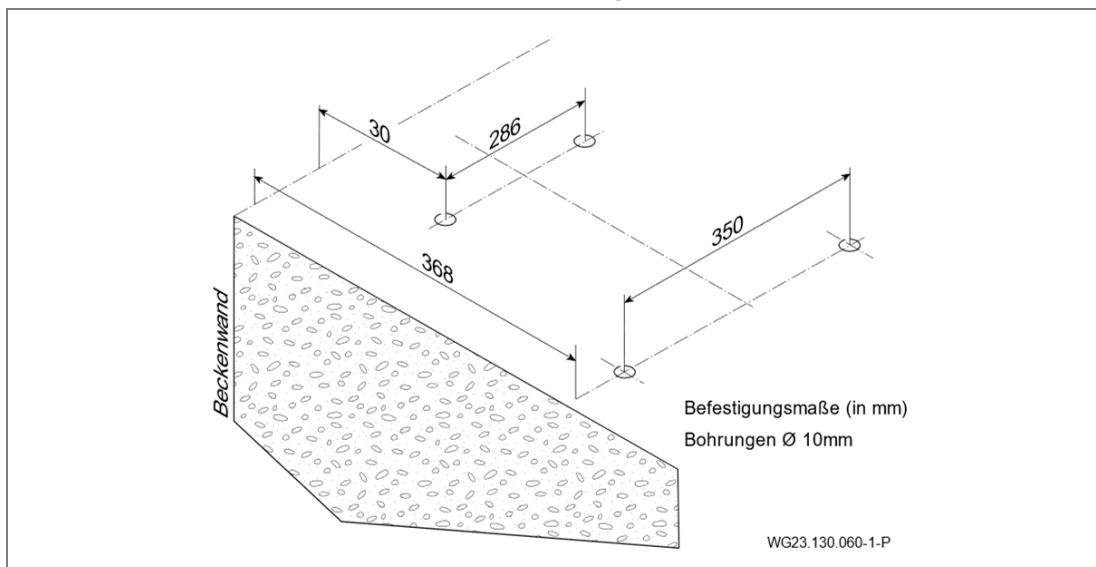
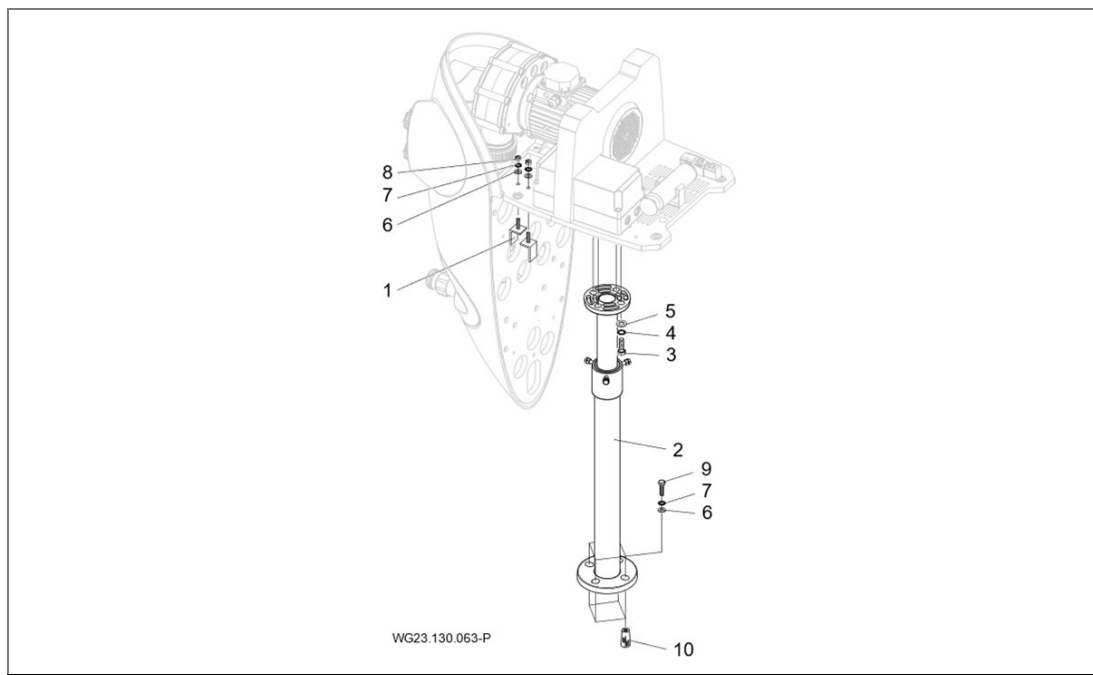

Abb. 4
Abb. 5
- ➔ Aufstellungsort wählen und nach Abb. 4 vorbereiten. Wenn die Anlage für ein Aufstellbecken verwendet wird, muss der Sicherheitsteleskopstützfuß verwendet werden. Siehe "Abb. 5" auf Seite 20
- ➔ Anlage abheben und an markierten Stellen Bohrungen mit Ø10 mm bohren. Siehe "Abb. 4" auf Seite 19